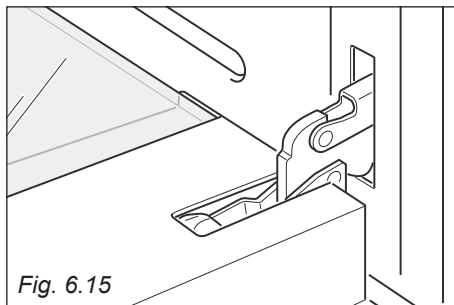

Fig. 6.15
- Aprire completamente la porta del forno (fig. 6.15).